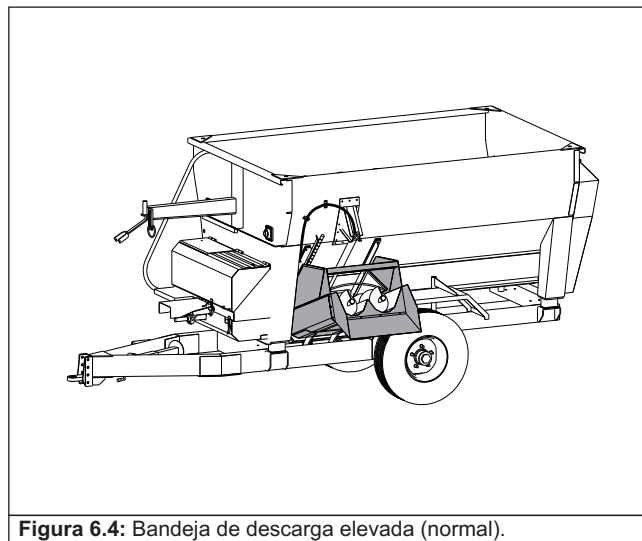

Figura 6.4: Bandeja de descarga elevada (normal).
**Ver Figura 6.4 - ACCIÓN 1.**